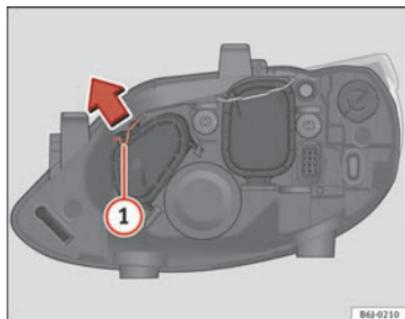

Fig. 163 Máximos
- Desloque o tirante ① no sentido da seta e puxe a tampa ⇒ Fig. 163.